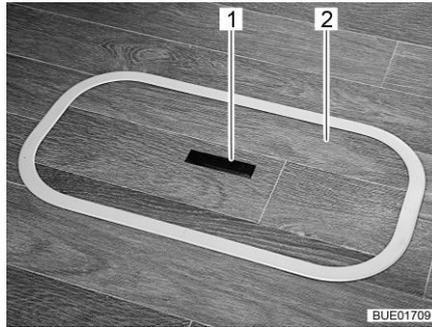
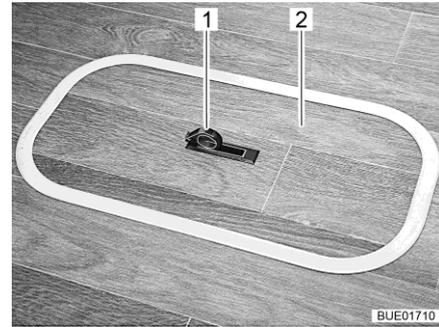

Fig. 71 Copertura scomparto del pavimento (maniglia abbassata)
Fig. 72 Copertura scomparto del pavimento (maniglia alzata)
- Spingere la piastra di presa (Fig. 71,1) verso il basso da un lato. La maniglia (Fig. 72,1) viene ruotata verso l'alto.
- Rimuovere la copertura (Fig. 71,2 o Fig. 72,2) tirandola verso l'alto.